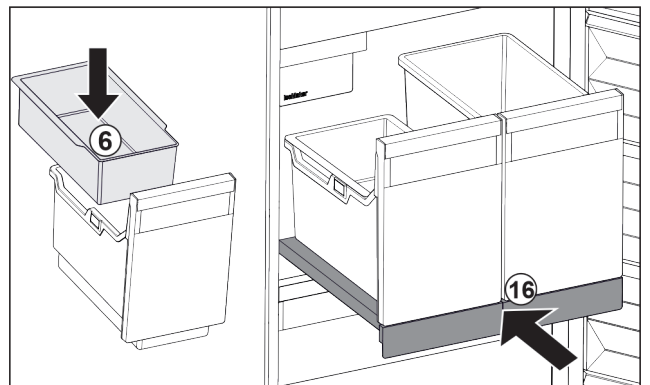

Fig. 48
- Aseta ripustettava jääpalakulho Fig. 48 (6) paikalleen.
- Työnnä vetotaso säiliöineen (IceTower) sisään paikalleen. Fig. 48 (16)